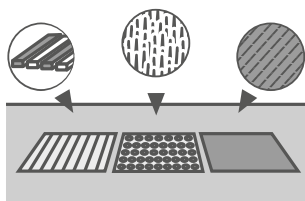

Рисунок 21
- 13.6 На входах в помещение обязательно использование грязезащитных покрытий, которые не допускают попадание влаги на поверхность Art Vinyl Click. Для коммерческих (общественных) помещений на входах в здание обязательно использовать трёхступенчатую грязезащитную систему (общая длина системы должна составлять не менее 7 м) (см. Рисунок 21):